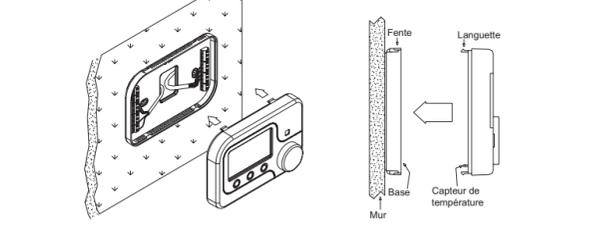
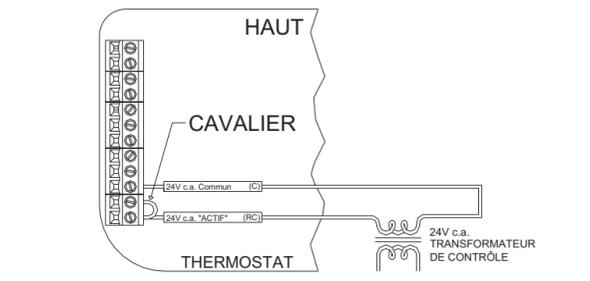

Figure 2 – Thermostat allumé pour essai ou configuration
Figure 4 – Thermostat allumé pour essai ou configuration
Passez chaque fil sur la/les plaque(s) de la base du thermostat selon le diagramme de câblage de votre système - Voir Figures 4 - 10. Placez les fils du thermostat de façon à ce que le câble soit à plat entre la/les plaque(s) et le centre de la base - Voir Figure 2.
Ajustez les languettes du thermostat face aux rainures de sa base puis enclenchez doucement les deux parties du thermostat pour terminer sa mise en place. - Voir Figure 2.
- Pour les systèmes HVAC avec un seul transformateur, destinés au chauffage ou à la climatisation, le cavalier métallique entre le Terminal 1 (RC) et le Terminal 2 (RH) sur la plaque du terminal de gauche, doit être maintenu en place – Voir Figure 4.